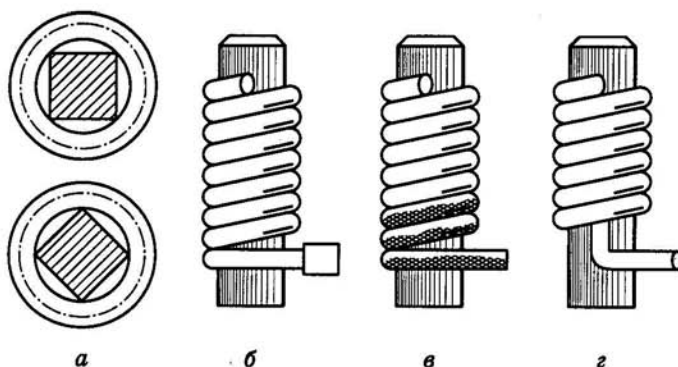

Рис. 3.1. Соединения монтажных проводов
3.52. Определите тип соединения монтажных проводов, показанных на рис. 3.1.